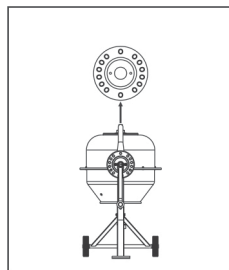

Fig.16
- Sla het apparaat op en vervoer het in de positie zoals beschreven in Fig. 16.